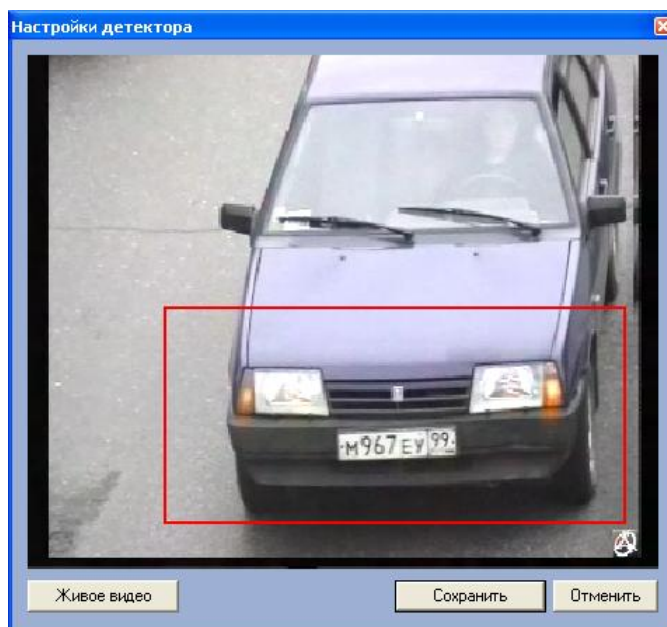

Рис. 7.2—28. Интерфейс настройки детектора (режим «Стоп кадр»)
*Примечание. Выделить требуемую область зоны аналогичным образом можно также непосредственно в режиме «Живое видео» (см. Рис. 7.2—28).*